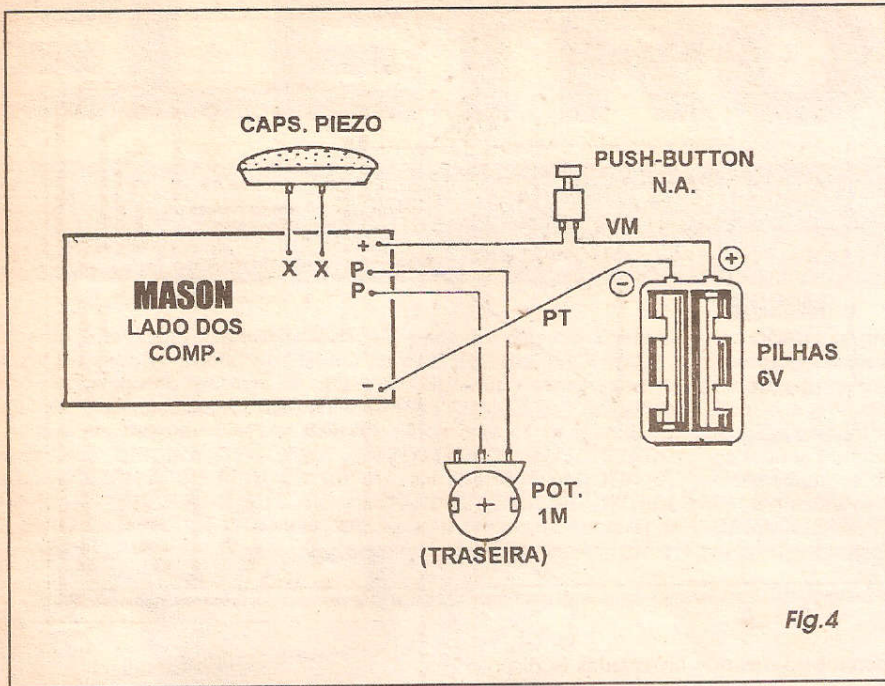
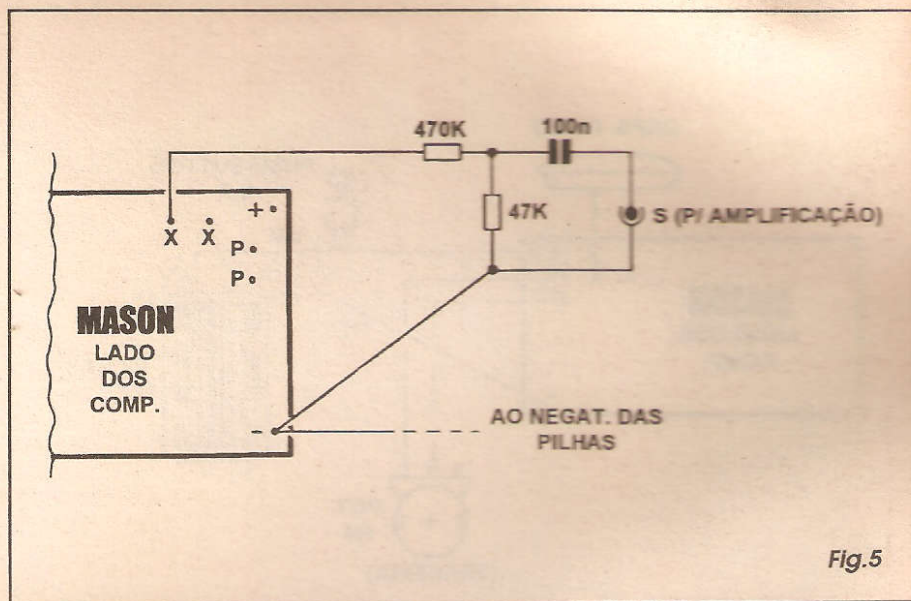

Fig.4
Fig.5
- FIG. 4 - CONEXÕES EXTERNAS À PLACA - Nas instruções *visuais* para as montagens publicadas em APE, temos como norma mostrar cada passo com grande detalhamento, de modo que mesmo um principiante (desde que atento...) consiga levar a cabo a construção dos projetos, sem grandes problemas... As conexões feitas entre a placa do impresso e os seus eventuais *periféricos* (alimentação, controles, entradas, saídas, etc.) são sempre mostradas com uma visão da placa pela sua face não cobreada (*invisibilizando-se*, porém, os componentes já soldados *diretamente sobre* a placa, de modo a *descongestionar o visual* e facilitar a interpretação...), detalhando a cabagem externa e os seus destinos, além de outras informações... No impresso da MASON, os terminais da cápsula piezo devem ser ligados aos pontos X-X através de cabinhos flexíveis isolados; o potenciômetro (visto pela traseira, na figura...) tem dois dos seus terminais ligados aos pontos P-P da placa
- FIG. 5 - EXTRAINDO OS SINAIS DA MASON, PARA AMPLIFICAÇÃO DE POTÊNCIA - Conforme mostra claramente o diagrama (setor da placa observado pela face não cobreada...), é fácil *puxar* o sinal da MASON para a entrada *auxiliar* de um amplificador de potência convencional (seja alimentado por bateria, seja energizado diretamente pela rede C.A. local...): basta *não incluir* o transdutor piezo, e anexar os três componentes indicados, ligados *nos conformes* da figura! Observar que apenas um dos pontos X-X é utilizado, desprezando-se o outro (pode-se escolher qualquer dos dois, para a função ativa...). No restante, as ligações devem permanecer como na FIG. 4... Uma *dica*: se (como é muito provável...) a alimentação geral do módulo amplificador de potência anexado for em valor superior aos 6 VCC necessários ao circuito da MASON, é possível, através de um pequeno arranjo com diodo zener e resistor, *furtar* a energia para o módulo do dito amplificador, sem problemas, mesmo porque o regime mínimo de corrente da MASON absolutamente não interferirá com o funcionamento do amplificador...